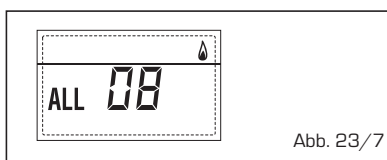

Abb. 23/7
– STÖRUNG WASSERKREISLAUF "ALL 09" (Abb. 23/8)